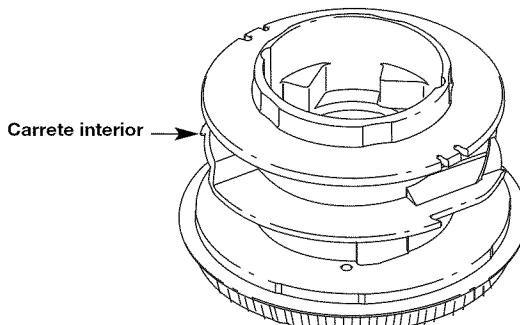

Fig. 19
4. Si va a rebobinar con una línea nueva, saque la línea existente del carrete interior antes de limpiarlo. Saque todos los residuos o pasta de la perilla, resorte, carrete interno y sello de espuma. Lave el carrete interior con agua jabonosa tibia (Fig. 19).